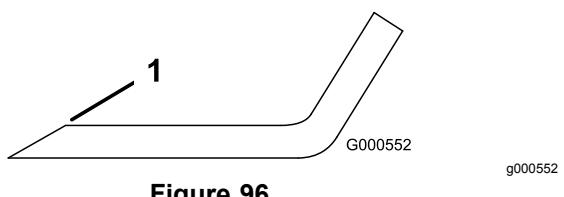

Figure 96
Remarque: Si la lame est déséquilibrée, limez un peu l'extrémité de l'ailette seulement (Figure 96).
1. Au moyen d'une lime, aiguissez les tranchants à chaque bout de la lame (Figure 96).